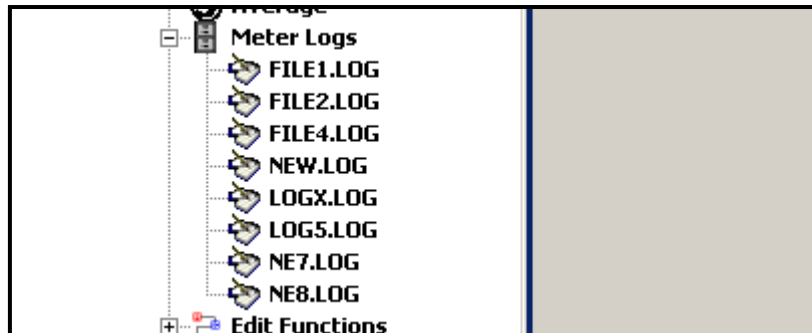

Figura 19: Opção expandida de registros de medidores
1. No *New Meter Browser* (Navegador do novo medidor) no PanaView, expanda a árvore de rede e clique na opção *Meter Logs* (Registros do medidor). Se você tiver criado um ou mais registros, a árvore exibida será semelhante à *Figura 19* abaixo.